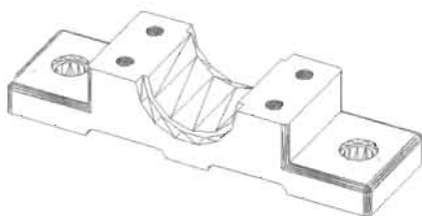

图 14-142
(8) 在命令提示行输入 Vpoint 命令并回车或者执行“视图>三维视图>视点”菜单命令, 屏幕上将显示坐标球和三轴架, 重新设置如图 14-142 所示的观察角度, 命令执行过程如下。